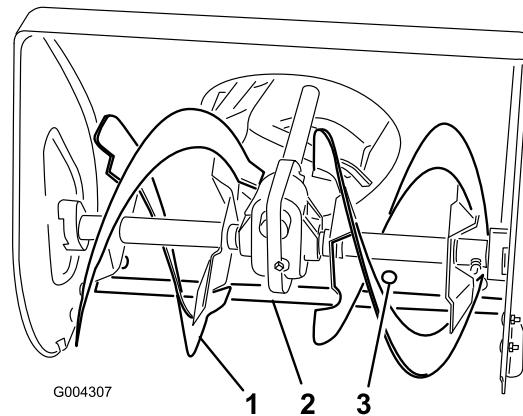

Figure 28
1. Côté du carter de fraise (2)
2. Écrous à embase (4)
4. Placez un support sous les lames de la fraise pour qu'elles se trouvent à 3 mm (1/8") au-dessus du sol (Figure 28).
6. Pour corriger la position de la lame racleuse, desserrez les 5 vis de montage (Figure 28), mettez la lame de niveau à la hauteur voulue et resserrez les vis de montage.